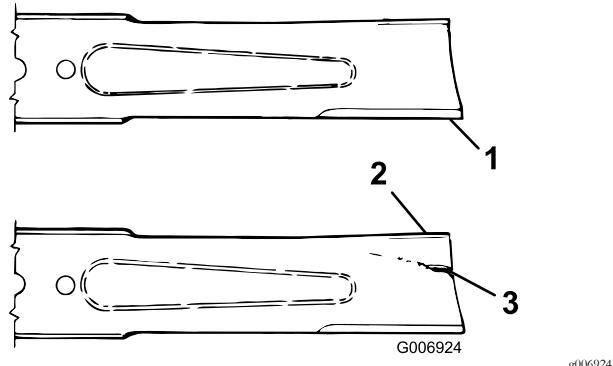

Figure 66
- Examinez attentivement les tranchants de la lame, particulièrement au point de rencontre des parties plane et relevée (Figure 66).
- Remplacez la lame si elle est usée (Figure 66) ; voir Entretien du plan de la lame \(page 54\).